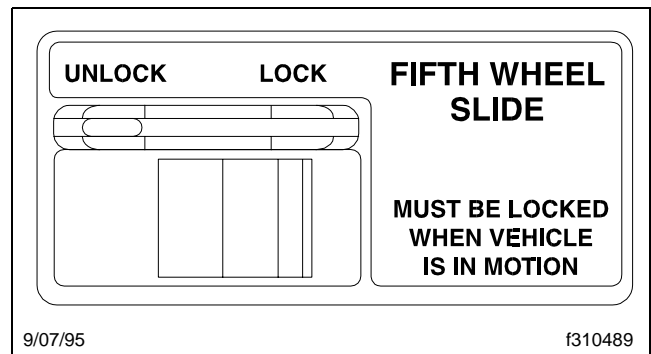

Fig. 10.18, Commande de la cabine, mécanisme coulissant de la sellette d'attelage
- 2.1 Pour les modèles à dégagement pneumatique, placez l'interrupteur de commande situé dans la cabine (**figure 10.18**) sur UNLOCK (déverrouillage).